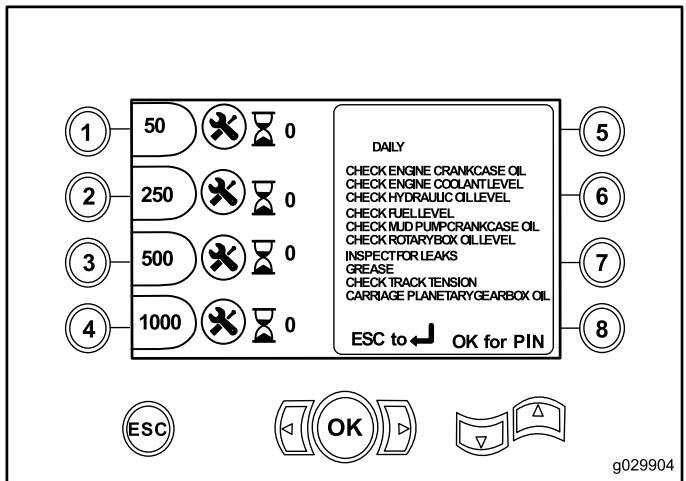

Bild 11
- Taste 2: Schmier- und Wartungstabelle (**Bild 11**)